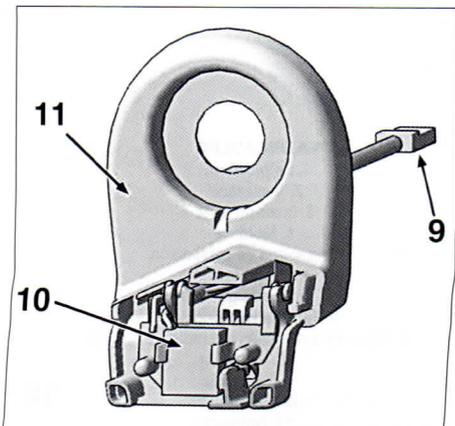

FIG. 88
Desenchufar el conector (9) (mando de apertura eléctrica (10) (**fig. 88**). Separar el conjunto soporte-mando de apertura eléctrico (11) y el apoyo interior (8).